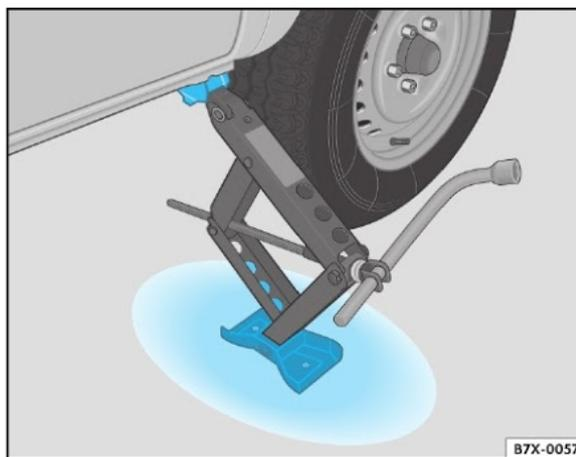

Fig. 82 Macaco colocado na parte dianteira, lado direito
2. Insira a extremidade da chave de roda no olhal do macaco e, segurando a chave de roda pelo lado do encaixe sextavado, levante o macaco embaixo do ponto de recepção ⇒ fig. 82 até poder ser ajustado por baixo do veículo, no reforço da longarina inferior.
3. Verifique se a base do macaco está totalmente apoiada no chão e encaixe a garra no ponto de recepção ⇒ fig. 82, de forma que o ponto amarelo na base do macaco e o ponto amarelo próximo à garra fiquem alinhados entre si, na posição vertical ⇒ ⚠.
- O suporte do macaco deverá encaixar-se perfeitamente no habitáculo do ponto de recepção na longarina, para que, ao se levantar o veículo, o macaco não escape ⇒ fig. 82.